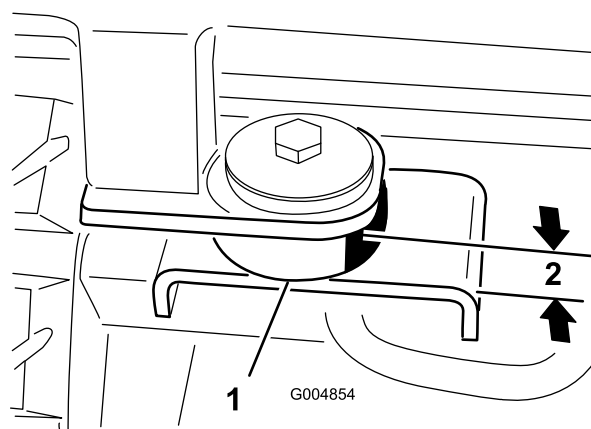

Figura 114
37. Nos pontos de montagem traseiro, fixe a cabina à máquina com um parafuso (1/2 x 3 pol.), anilha de aço (1/2 x 2-1/2 pol.), anilha de borracha (1/2 x 2-1/2 pol.) e porca (1/2 pol.) (Figura 114).